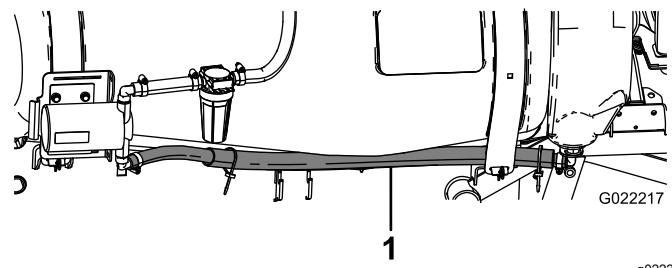

Рисунок 11
- Направьте шланг промывочного бака между передним хомутом и боковой стороной бака (Рисунок 11).
| 3. Подсоедините конец шланга к нижнему штуцеру на промывочном насосе с помощью шлангового хомута (Рисунок 11). | |